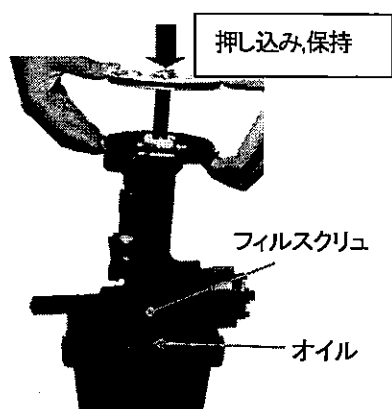
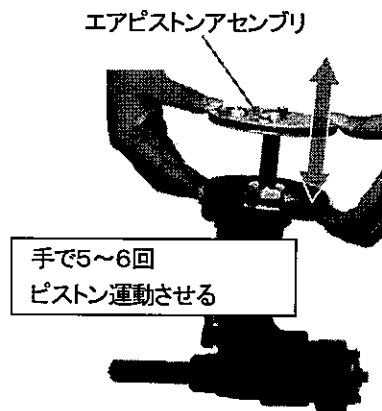

図7-21
図7-22
- (6) マイナスドライバーでフィルスクリュを約3mm 緩め、エアピストンアセンブリを約半ストローク押し込み保持します。フィルスクリュ部から汚れた油圧オイルがにじみ出てきますので、この油圧オイルが出なくなるまで、保持してください。(図7-21)
- (7) フィルスクリュを仮締めし、エアピストンアセンブリを引き抜き、再度油圧オイルを(5)の要領で注入して下さい。
- (8) エアピストンアセンブリを押し込み、手で5~6回ピストン運動させた後、再度エアピストンアセンブリを引き抜き、油面を確認してください。(図7-22)